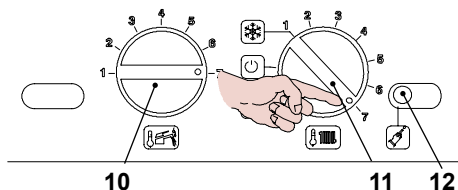

Fig. 7.8
- Ruotare il selettore 11 come in Fig. 7.8 .